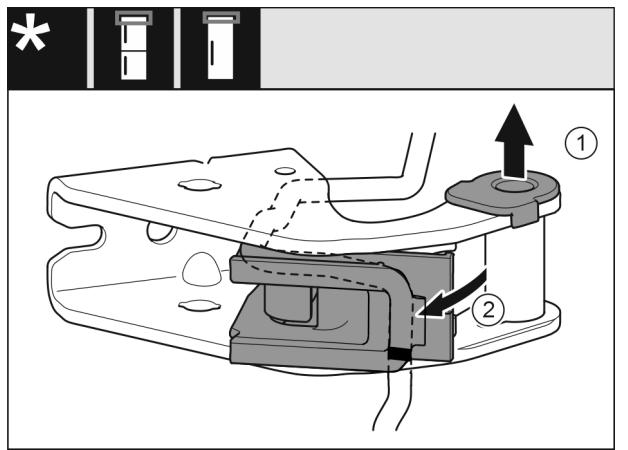

Fig. 26
- Опорную втулку вытяните из направляющей. *Fig. 26 (1)*
- Отведите держатель кабеля в сторону. *Fig. 26 (2)*